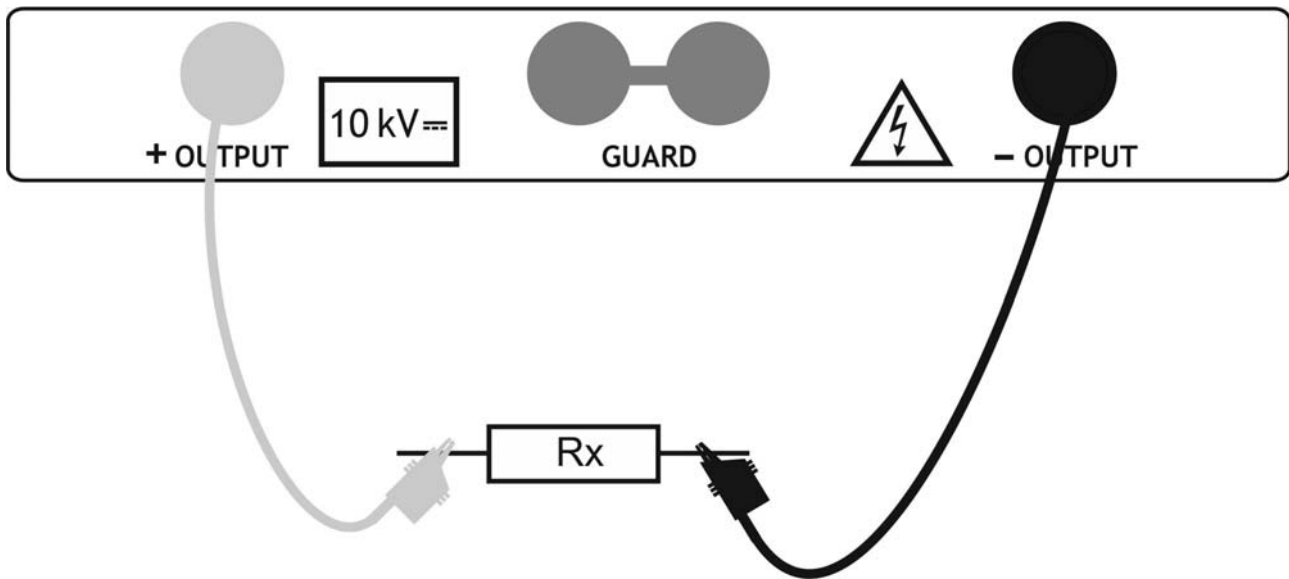

Fig. 24: Connexion de l'instrument pour mesure d'isolement
4. Connecter l'embout de la borne 1 ou de la borne 2 (positif) et le câble noir des bornes 2 (négatif) à l'objet sous test (voir Fig. 24)